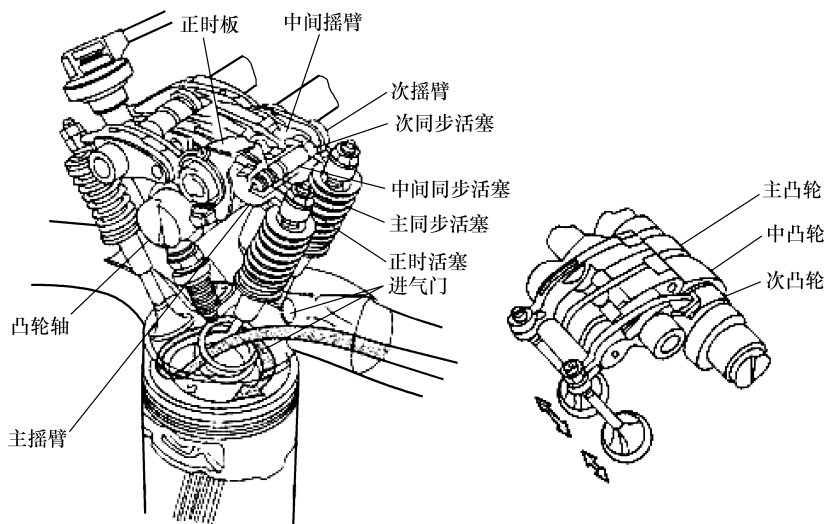
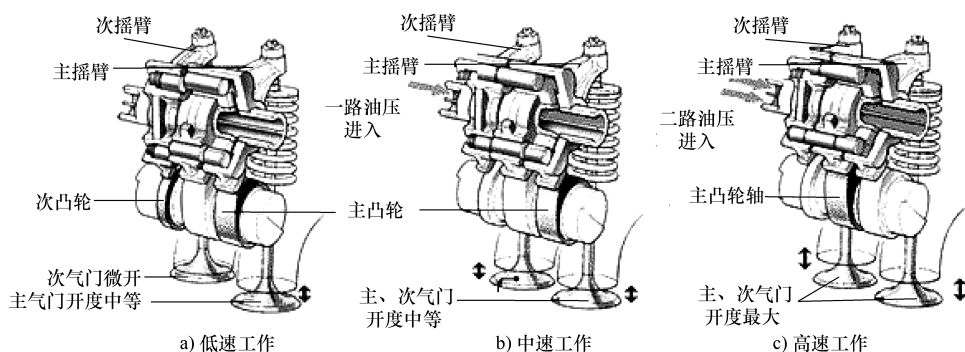

图 1-8 VTEC 结构
图 1-9 VTEC 工作过程
(1) VTEC 定义 本田 VTEC (Variable Valve Timing & Lift Electronic Control System) 即电子控制可变气门正时控制系统，当改变气门升程时，气门正时与气门重叠角随之改变。
(2) VTEC 结构与工作原理 VTEC 主要由凸轮轴、主摇臂、中间摇臂、次摇臂、主同步活塞、中间同步活塞、次同步活塞等部件组成，如图 1-8 所示。VTEC 工作原理及过程如图 1-9 所示。普通的发动机配气相位和气门升程固定不变，无法适应不同转速下发动机对进排气的要求，而采用 VTEC 系统，无论是高转速还是低转速，发动机都能获得最佳的配气相位。